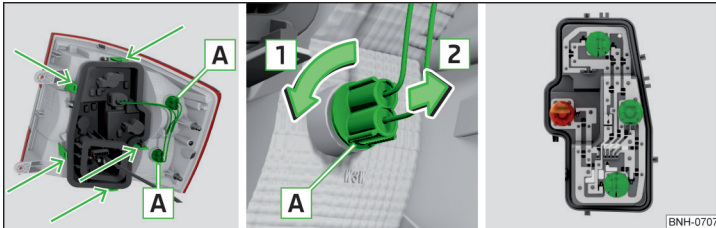

Abb. 278 Äußerer Teil der Leuchte / Glühlampe herausnehmen / Lampenhalter
- › Die Fassung mit der Glühlampe **A** in Pfeilrichtung **1** drehen » Abb. 278.
- › Den Lampenhalter in mit Pfeilen gekennzeichneten Bereichen entriegeln » Abb. 278 und den Lampenhalter aus der Leuchte herausnehmen.